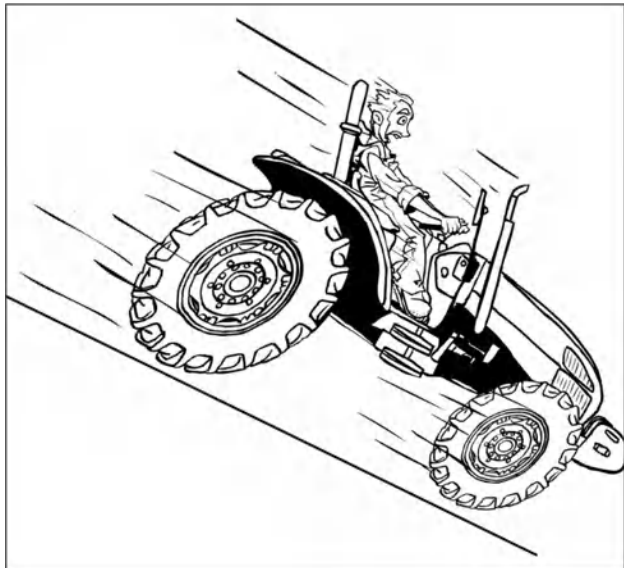

Рис. 2-41
- Перед подъемом или спуском переключитесь на более низкую передачу (рис. 2-41).
- Во время движения всегда должна быть включена передача. Запрещается двигаться накатом с выключенным сцеплением или на нейтральной передаче (рис. 2-41).